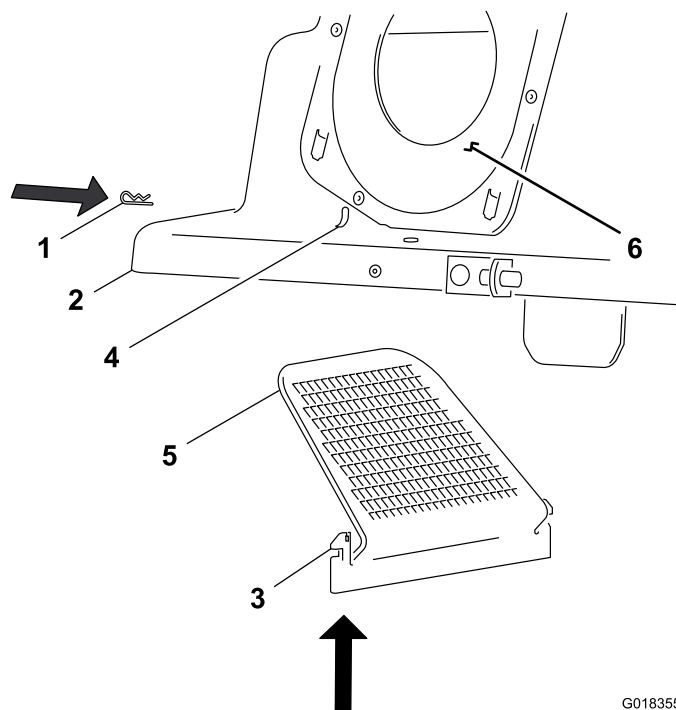

Figura 13
2. Individuate le scanalature del deflettore sulle pareti davanti e dietro del cofano dell'insaccatrice e le linguette di montaggio sul deflettore del cofano (Figura 13).
3. Posizionate il cofano in modo che la guarnizione del condotto sia alla vostra sinistra, come illustrato in Figura 13.
4. Allineate il deflettore in modo che l'area schermata sia in alto e orientata a sinistra (Figura 13).
5. Inserite il deflettore in alto nel cofano dal basso (Figura 13).
6. Allineate le linguette di montaggio del deflettore con le scanalature del deflettore sul cofano e spingete le linguette di montaggio verso l'alto e attraverso le scanalature (Figura 13).